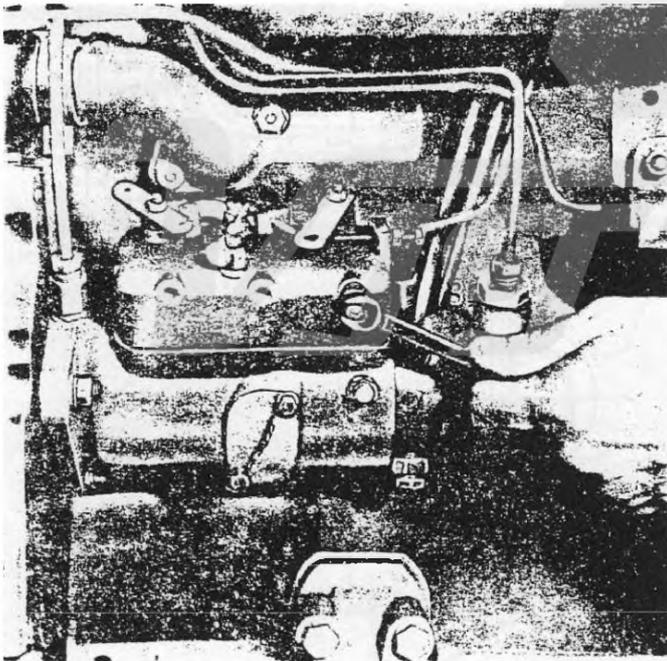

Рис. 33. Удаление воздуха из регулятора топливного насоса высокого давления - распределительного типа.
1. Развинтить на несколько витков пробку для удаления воздуха (рис. 33) на крышке регулятора.